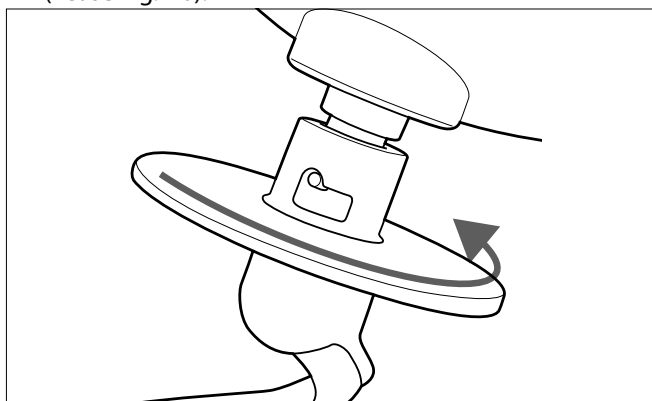

Fig. 10 – Fijar el accesorio de batir
- ▶ Presione el accesorio de batir hacia arriba y gírelo en sentido horario hasta que encaje. El accesorio de batir solo podrá colocarse y girarse correctamente si la pestaña guía se halla en la correspondiente ranura guía (véase Fig. 10).